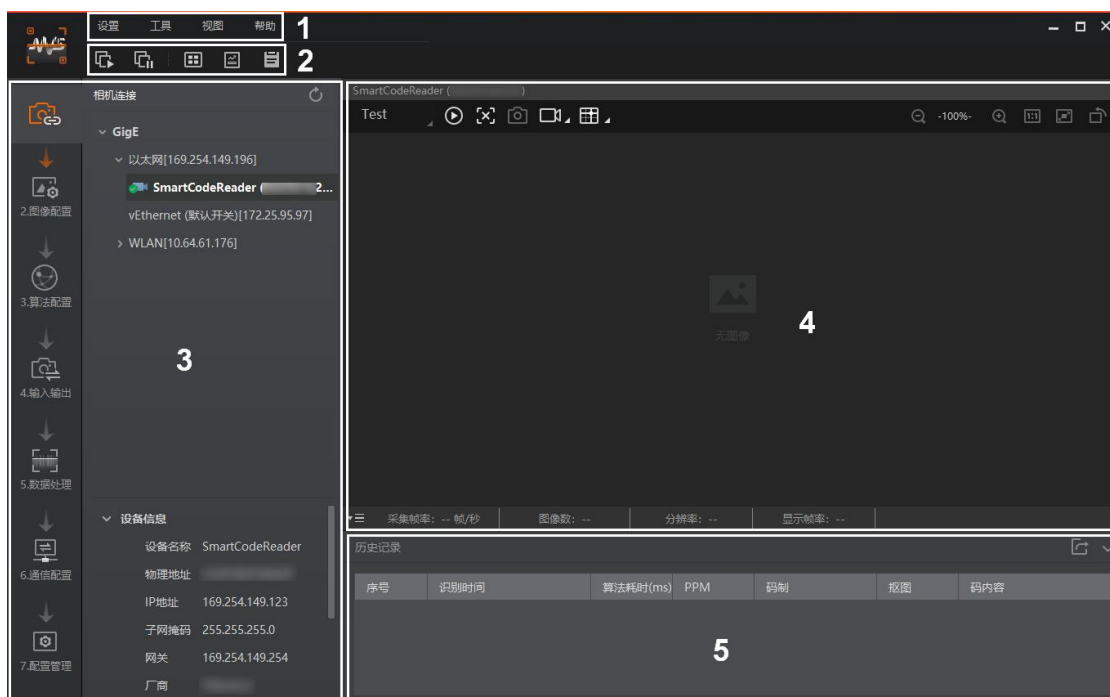

图 2-5 扫码设备主界面
2. 连接设备后客户端主界面如图 2-5 所示，各功能模块的简要介绍请见表 2-1。